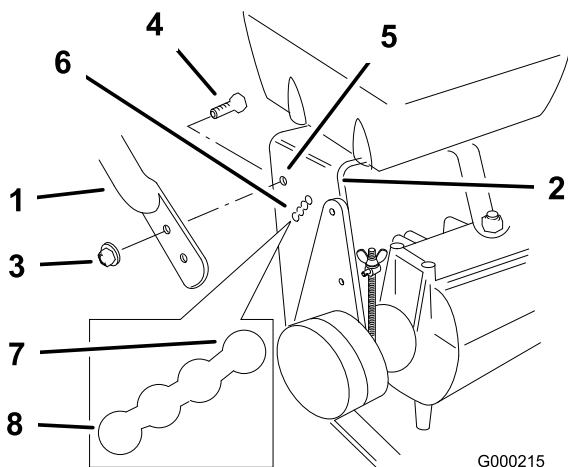

Figura 18
- Afloje los pernos con arandela prensada superiores (3/8 x 1 pulgada) y la tuerca con arandela prensada que fijan el manillar al bastidor trasero (Figura 18).
- Retire los pernos con arandela prensada inferiores &Bolt3_8x1 y las tuercas con arandela prensada que fijan el manillar al bastidor trasero (Figura 18).